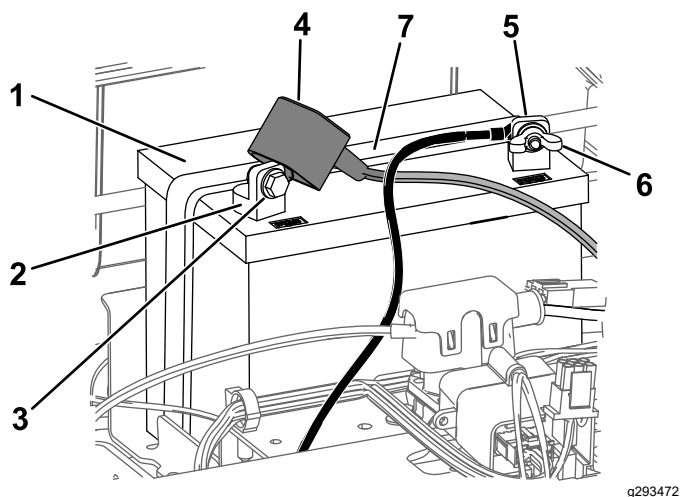

Figura 42
4. Desconecte el cable negativo de tierra (negro) del borne de la batería (Figura 42).
6. Desconecte el cable positivo (rojo) del borne de la batería (Figura 42).
7. Retire la correa de sujeción de la batería (Figura 42) y levante la batería para retirarla de su bandeja.
1. Coloque la batería en la bandeja (Figura 42).
5. Fije la batería con la correa de sujeción (Figura 42).